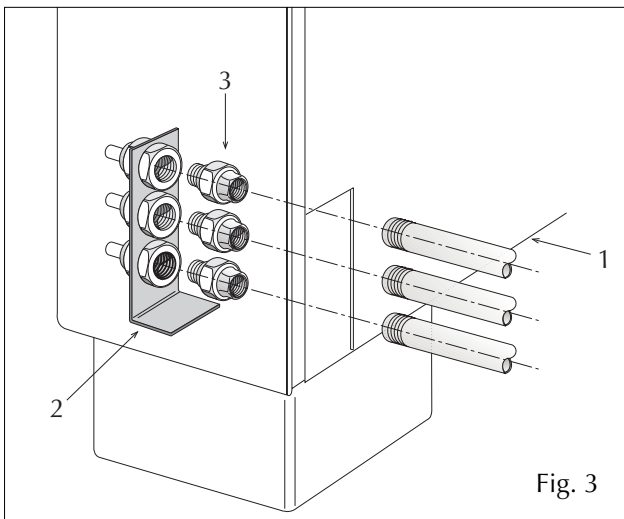
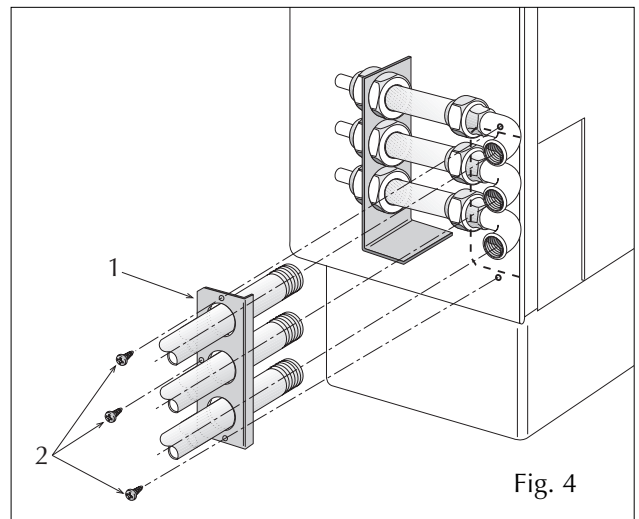

Fig. 3
Fig. 4
Si consiglia di isolare adeguatamente le tubazioni dell'acqua di alimentazione per evitare gocciolamenti durante il suo funzionamento. I collegamenti possono essere eseguiti, a seconda dell'esigenza, sia sulla parte posteriore (fig.3) sia sul lato destro dell'apparecchio (fig.4). Per i collegamenti posteriori il pannello posteriore (1 fig.3) è provvisto di ferroia per il passaggio dei tubi da collegare alla squadretta di servizio (2 fig.3) fissandoli con i raccordi (3 fig.3).
Quando gli allacciamenti idraulici vengono realizzati attraverso la fiancata destra del mobile, si ricorda che la squadretta (1 fig.4) dovrà essere infilata sulle tubazioni prima di effettuare la fase finale dei collegamenti idraulici. Realizzati i raccordi si provvederà al fissaggio della squadretta (1) al mobile stesso mediante le viti (2) precedentemente tolte.
Always insulate the water lines to prevent leakage during operation. Depending on requirements, connections can be made to the rear (fig.3) or to the right side of the unit (fig.4). When making connections to the rear of the unit, pass the water lines through the opening in the rear panel (1 fig.3) to the bracket (2 fig.3); secure the lines with the couplings (3 fig.3).
When making connections through the right side of the unit, slide the L bracket (1 fig.4) onto the tubes before making water connections. After coupling has been made, secure the L bracket (1) to the unit cabinet by means of the screws (2) previously removed.